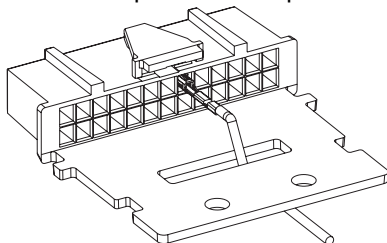

Figura 2a. Protector del cable
2. Dirija el cable con el terminal de contacto a través del conector como se muestra en la *Figura 2a* o, para aplicaciones con varios accesorios conectados al transceptor móvil, dirija los cables como se muestra en la *Figura 2b* y asegúrelos con una brida después de completar el paso 3.